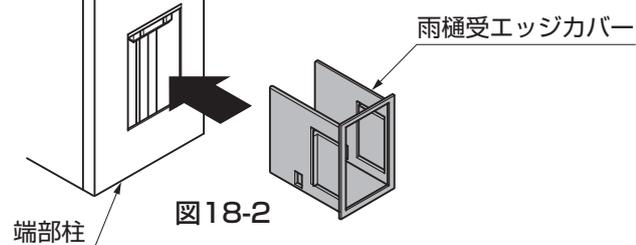

図18-2
- ①端部柱に、雨樋受けエッジカバーをはめ込んでください。(図18-2参照)